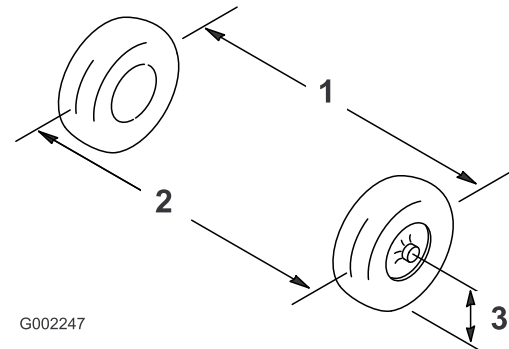

Figura 83
- Meça a distância entre os pneus dianteiros à altura do eixo na zona dianteira e traseira dos pneus dianteiros (Figura 83).
8. Ligue o motor com a tampa sem aperto no radiador (Figura 83).